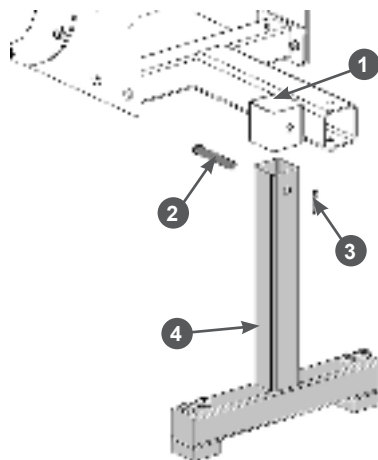

Рис. 8 Установка передней опоры
- Установите переднюю опору. Вставьте опору 4 в кронштейн 1 на стойке, совместите отверстия в кронштейне 1 и стойке 4 и вставьте в отверстие палец 2. Зафиксируйте палец шплинтом 3 (Рис. 8).